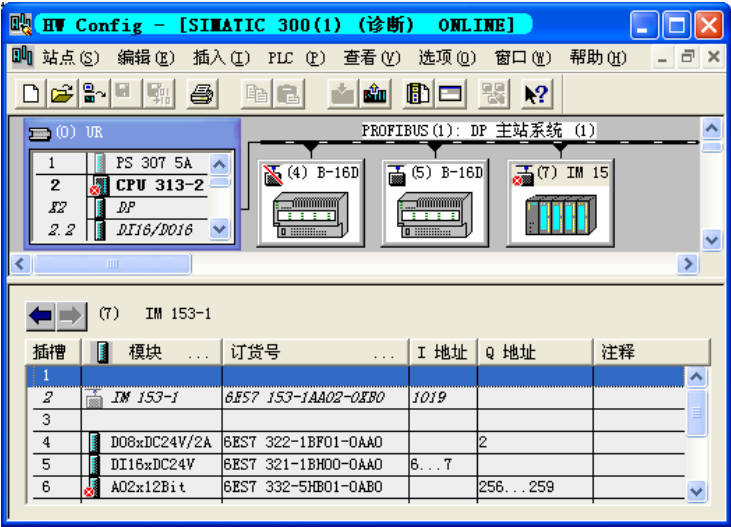

图 6-13 诊断视图
- 2) 打开“诊断视图”（即在线的 HW Config，见图 6-13），双击 DP 网络上的某个从站。
- 1) 点击快速视图中的“打开在线站点”按钮（见图 6-10），打开硬件组态的在线诊断视图（见图 6-13），它包含该站机架中所有的模块。
用接在 7 号从站 AO 模块 0 号通道输出端的小开关断开其电流输出电路，用接在 1 号通道输出端的小开关将其电压输出电路短路，将会触发诊断中断，CPU 调用 OB82。CPU、IM 153 和 AO 模块的 SF LED 亮。诊断视图中 CPU、7 号从站和 AO 模块上均有错误符号（见图 6-13）。
- 3) 双击诊断视图机架中 CPU 所在的行（见图 6-13）。